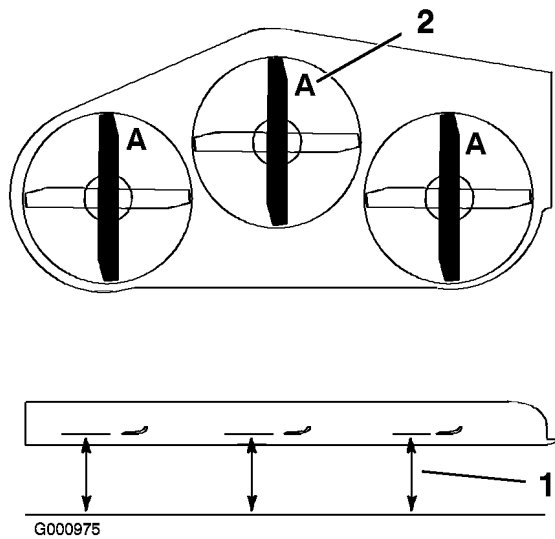

Figura 72
3. Gire las cuchillas hasta que los extremos estén orientados hacia adelante y hacia atrás. Mida desde una superficie nivelada hasta el filo de corte, posición **A**, de las cuchillas (Figura 72). Anote esta dimensión. Para las plataformas